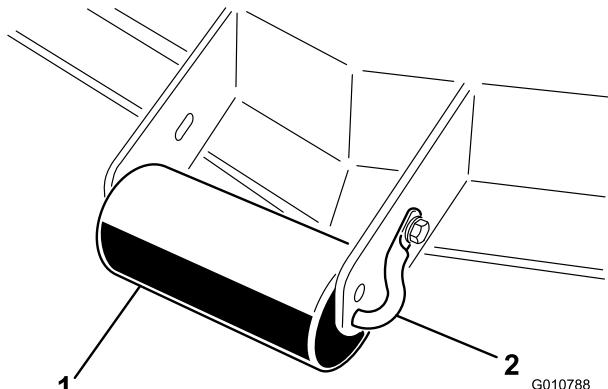

図10
1. ローラのシャフトをデッキのブラケットに固定しているキャップスクリュとナットを取り外す図10。